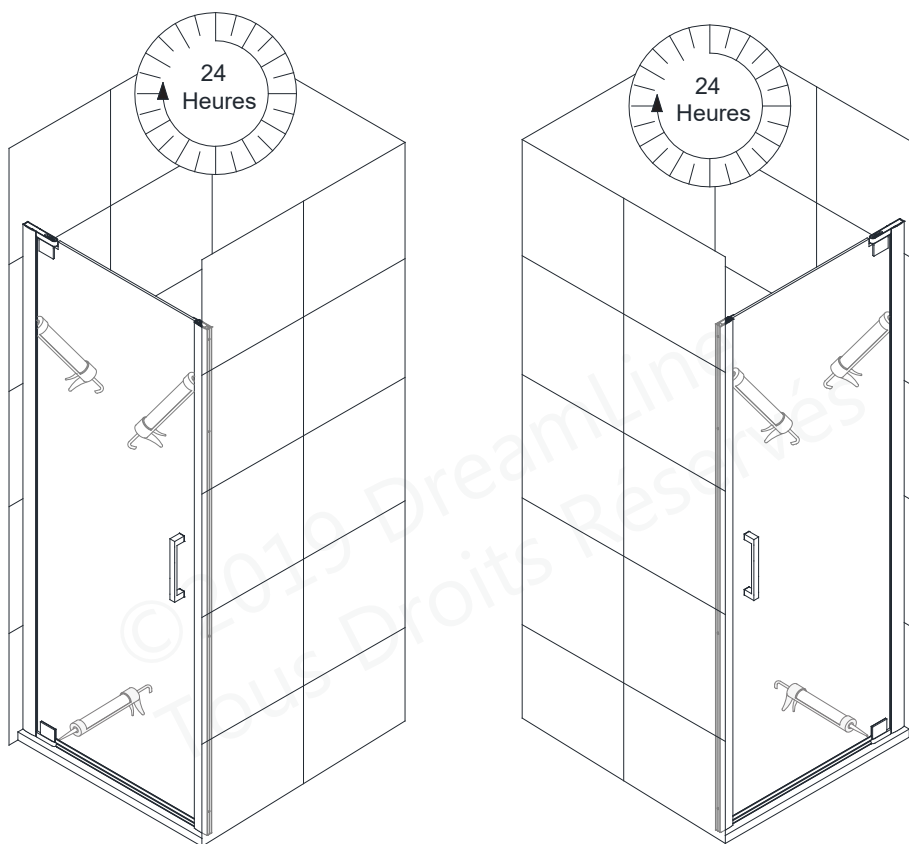

Fig 17
17. Appliquez un silicone résistant à la moisissure et de bonne qualité le long des **Profils Muraux**, là où ils se fixent au mur et le long du seuil et de la **Fixation de Pivot** du bas. (Fig 17)